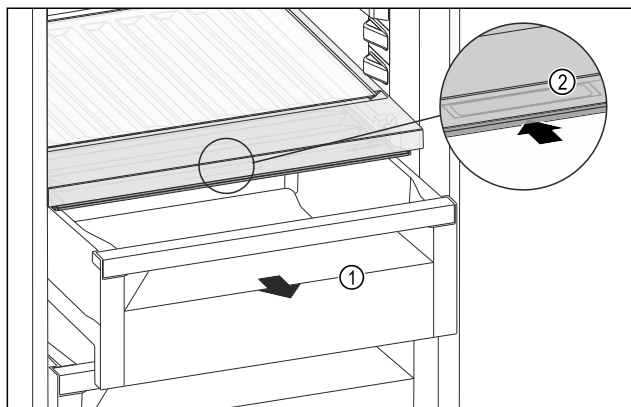

Fig. 108
- ▶ Izvlecite predal Fig. 108 (1).
- ▶ Primite prijemalno vdolbino Fig. 108 (2) na pokrovu predala in pokrov predala istočasno potisnite nazaj.